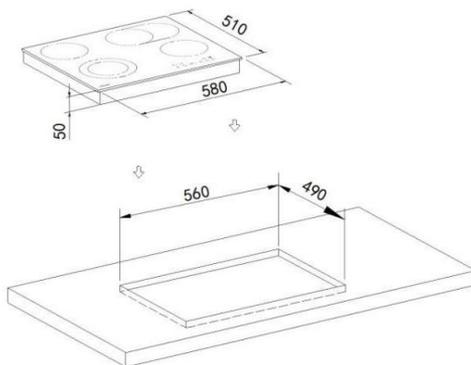

figure 1
1. Installation de la plaque de cuisson en céramique (comme indiqué dans la figure 1)